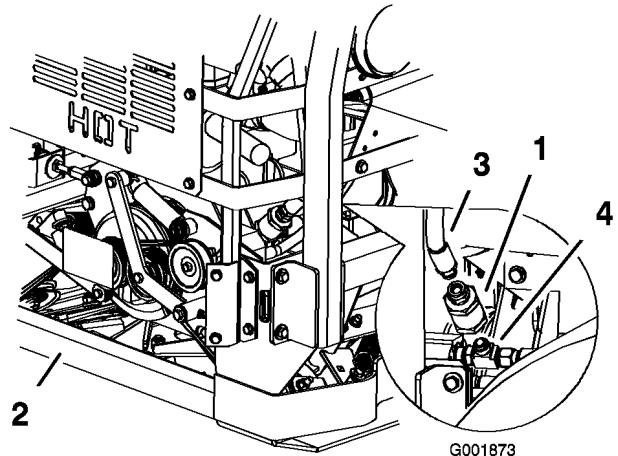

Figura 73
- Collocate una bacinella di spurgo sotto il filtro e togliete il tubo idraulico dal filtro (Figura 73).
- Togliete il filtro idraulico della ventola di raffreddamento dal raccordo a T in fondo al filtro (Figura 73).
- Montate il filtro sul raccordo a T sotto, ed il tubo idraulico sopra (Figura 73).